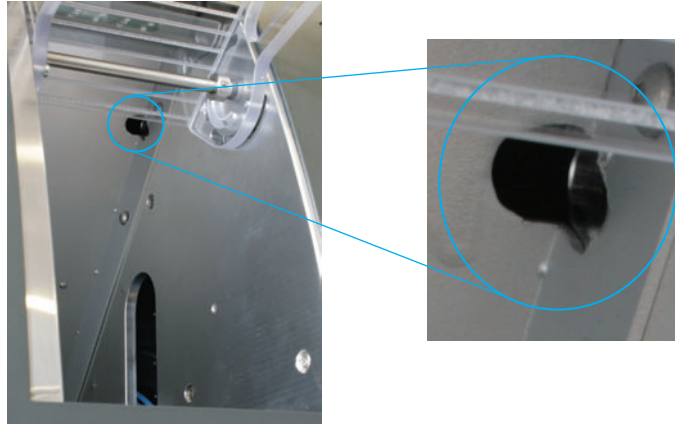

FIGURE 9 : OUVERTURE DU DÉVERROUILLAGE D'URGENCE
- M3.** Faites passer la clé du déverrouillage d'urgence du porte du local de travail par l'orifice situé à droite de la LED du changeur (voir Figure 9).